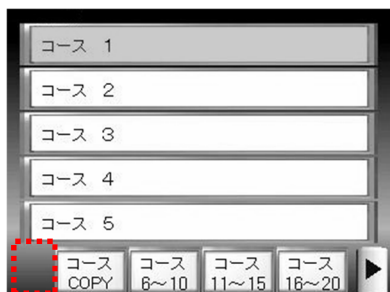

図 7-46
- ・ コース選択画面の左下隅を 10 秒間押すとプログラムクリア画面に切り替ります。(図 7-46)